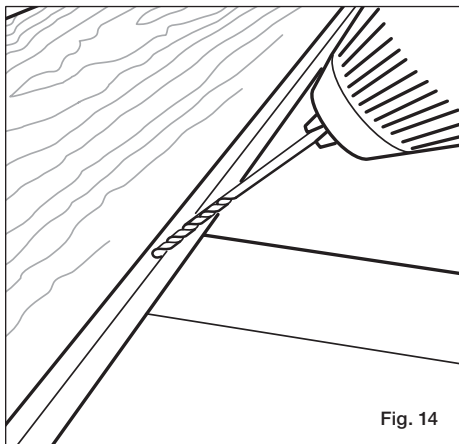
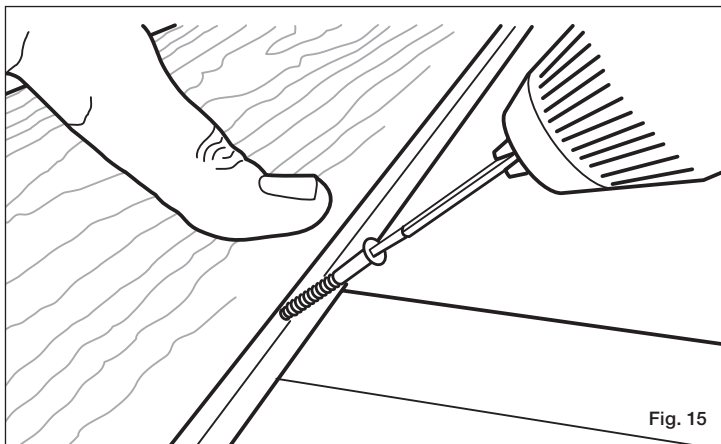

Fig. 14
Fig. 15
Paso 5 Para evitar que las tablas interiores se muevan con el tiempo, las tablas deben fijarse en el centro de su longitud usando un tornillo de acero inoxidable #8 de 5.1 cm (2 pulg.) Esto mantiene la tabla de la terraza en su lugar en el centro de cada tabla y permite que la terraza se dilate/contraiga en los extremos. Taladre un agujero guía en la ranura de la tabla de terraza con una broca de 3.2 mm (1/8 pulg.) (fig. 14). Inserte el tornillo en la ranura hasta que esté al ras con la parte inferior de la ranura (fig. 15). Esto le permitirá encajar correctamente un sujetador oculto Stowaway en la ranura.